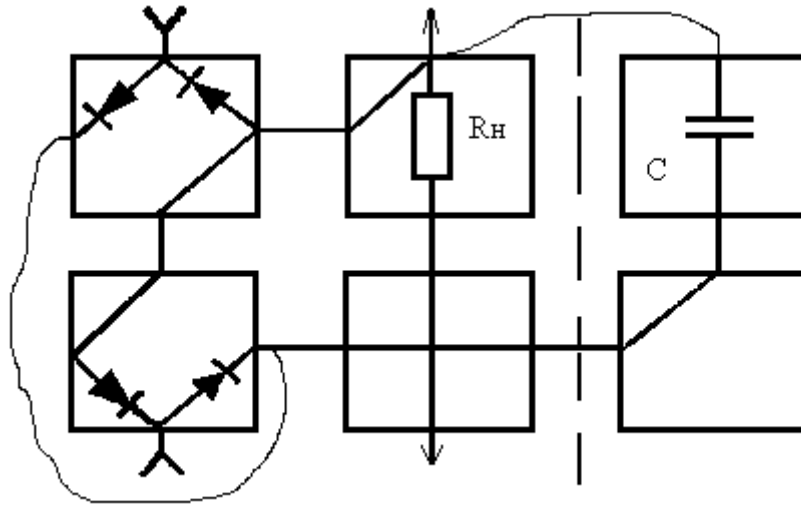

Рис. 3
7. Собрать из элементов "Электронной мозаики" схему двухполупериодного выпрямителя с нагрузкой $R_n=68$ кОм. Сглаживающий конденсатор $C= 0,01$ мкФ, отделенный на схеме вертикальной пунктирной чертой, не подключать. Соединения, изображенные на рис. 3 кривыми линиями, при монтаже реализовать с помощью проводов.
9. Подключить к схеме сглаживающий фильтр согласно рис. 3 и перерисовать на миллиметровую бумагу форму сигнала (можно использовать предыдущий график). Зарисовать на новом графике форму выпрямленного напряжения без и с сглаживающей емкостью при частоте входного сигнала $f = 5000$ Гц.